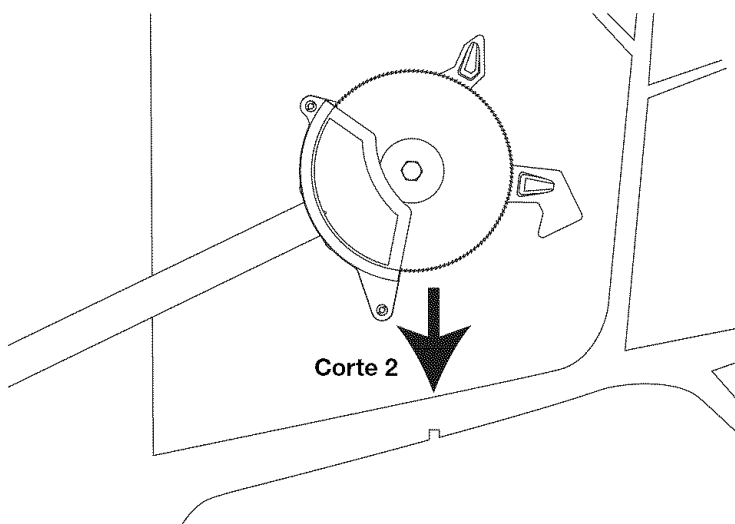

Fig. 8
2. Usando el borde inferior de la cuchilla (Fig. 8), alinee la cuchilla con el Corte 1, baje la sierra hasta que la hoja haga contacto con la rama, y corte la rama en un movimiento lento pero firme (Corte 2).